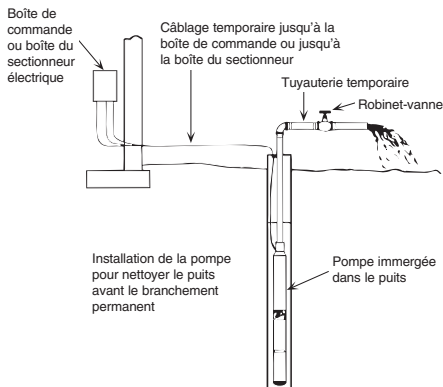

FIGURE 13
1. Brancher un coude de tuyau, une petite longueur de tuyau et un robinet-vanne sur le refoulement de la pompe, côté tête du puits. (Se reporter à la Figure 13.)
5. Ouvrir de 1/3 le robinet-vanne de la conduite de refoulement. Démarrer la pompe. (Se reporter à la Figure 13.)